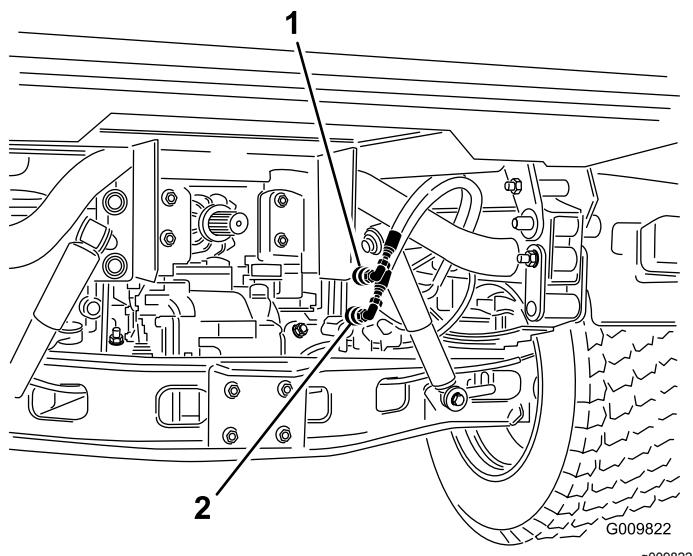

図 76
- それぞれの車両で、クイックカップラホース2本を、カップラブラケットのホースから外す図76。